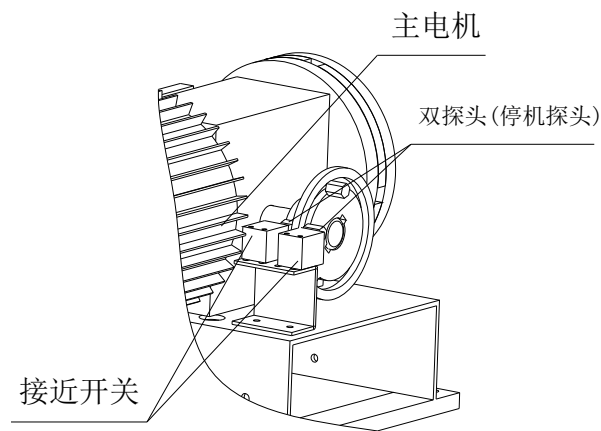

图 4-4
③.当两接近开关感应到如图 4-4 所示停机探头时，主电机停转。